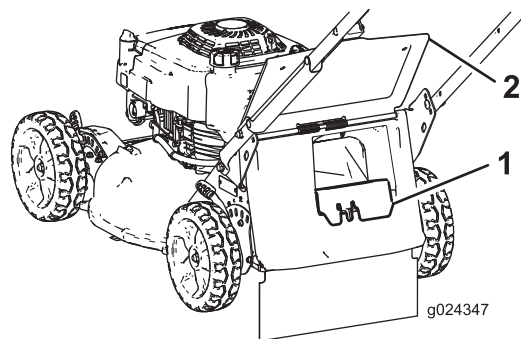

Figure 18
- Si l'obturateur d'éjection arrière n'est pas en place, saisissez-le par la poignée, soulevez le volet arrière, et insérez-le dans la goulotte d'éjection arrière jusqu'à ce que le verrou s'enclenche ; voir Figure 18.
3. Déposez l'obturateur d'éjection arrière en appuyant sur le verrou avec le pouce et en tirant sur l'obturateur pour le sortir de la machine (Figure 18).